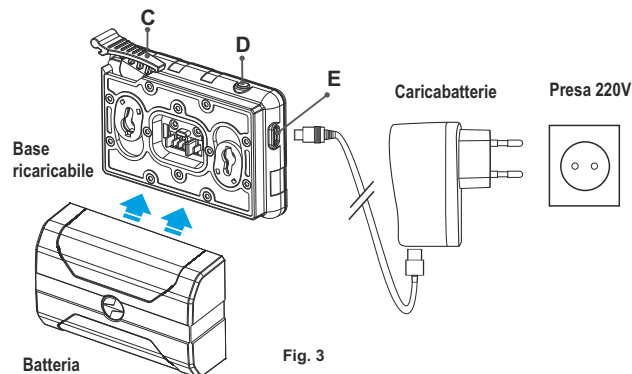

Fig. 3
- Sollevare la leva (C) del caricabatterie.
- Installare il gruppo batteria all'interno del caricabatterie, come mostrato in figura e premere sulla leva (C) fino allo scatto (Fig. 3).
- Al momento dell'installazione si accende e inizia a lampeggiare un indicatore LED verde (D) sul caricabatterie:
- Se l'indicatore resta acceso con colore verde in modo continuo, la batteria è completamente carica. Per estrarre la batteria dal caricabatterie, sollevare la leva (C).
- Collegare il connettore Micro-USB del cavo USB alla porta (E) del caricabatterie.